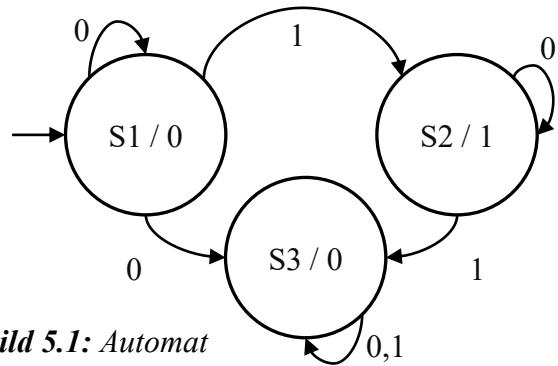

Bild 5.1: Automat
- a) Gegeben ist der in Bild 5.1 gezeigte Automat. Kreuzen Sie für I. bis III. die jeweils zutreffende Aussage an.
Der in Bild 5.1 gezeigte Automat ...